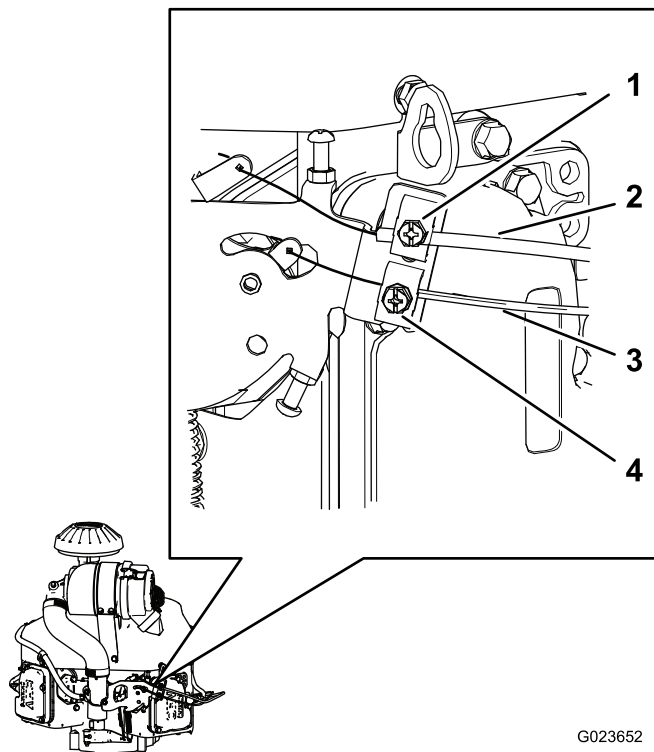

Figura 66
1. Afloje el tornillo de la abrazadera que sujeta la funda del cable del acelerador al motor (Figura 66).
3. Tire hacia arriba de la funda del cable del estérter (Figura 66) hasta que el cable del acelerador apenas tenga holgura, y apriete el tornillo de la abrazadera.
1. Afloje el tornillo de la abrazadera que sujeta la funda del cable del estérter al motor (Figura 66).
4. Tire hacia arriba de la funda del cable del estérter (Figura 66) hasta que el cable del estérter apenas tenga holgura, y apriete el tornillo de la abrazadera.